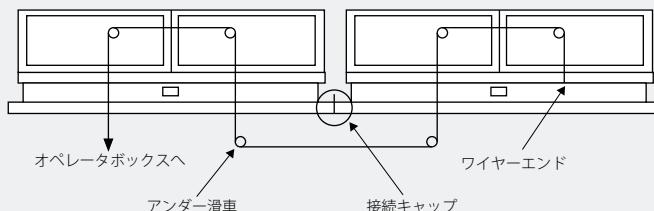

図1
- ・2連続の場合、排煙用オペレータは1つで2台を操作できます(図1)。
長手連続用(図1)